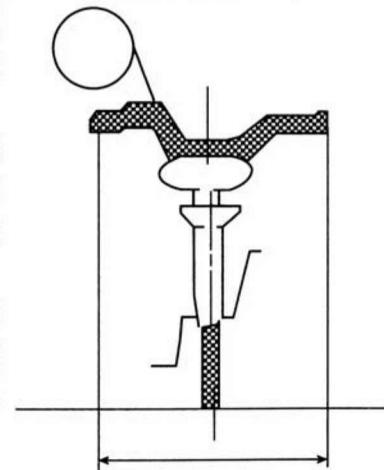

图 1-5 摩托车的宽
(3) 宽:平行于纵向中心平面 Y 且分别与车辆两侧(后视镜除外)相接触的两平面间的距离,如图 1-5 所示,单位为 mm。